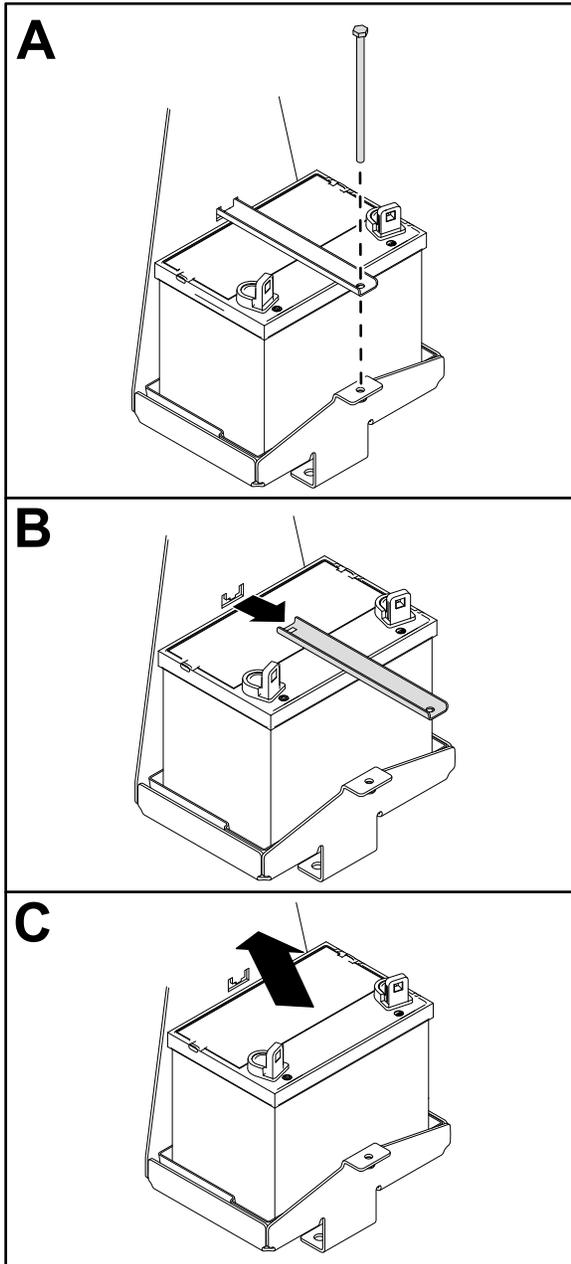

Figura 38
2. Retire la batería como se muestra en la Figura 38.